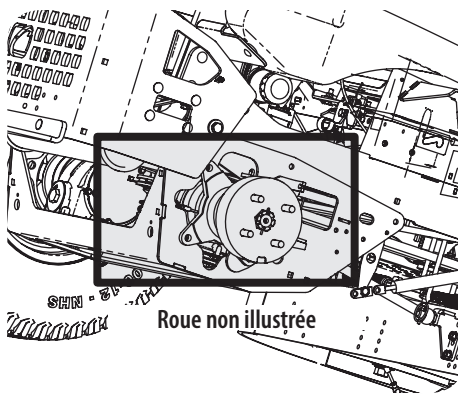

Figure 4-3
- Gardez l'essieu ainsi que la partie autour de la transmission et du ventilateur propres. Voir Figure 4-3.